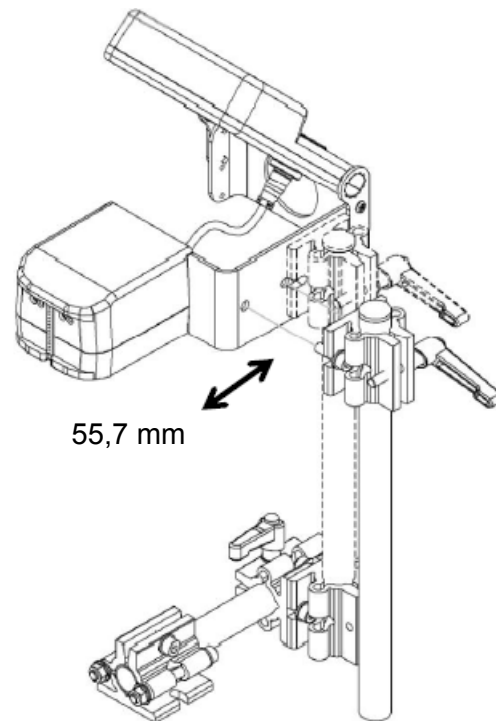

Figura 3-9: Distancia del movimiento
**Nota:** Puede seguir dos métodos para instalar el anclaje de la impresora. Este anclaje permite a la impresora moverse hacia adelante y hacia atrás a una distancia de 55,7 mm. Consulte la Figura 3-9 en la página 3-8.
- 4 Inserte el cable del sensor conectado externamente a través del orificio de la cubierta. La longitud total del cable debe ser de aproximadamente 140 mm (Figura 3-9).